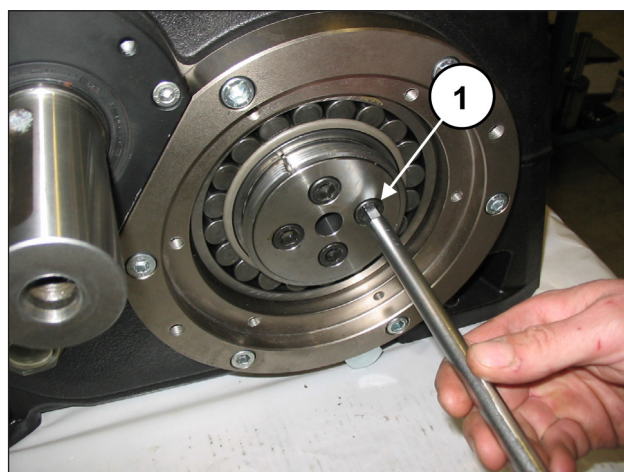

Fig. 88
Solte as duas flanges de bloqueio do eixo de manivela, mediante 4+4 M12x25 (pos. ①, Fig. 88).